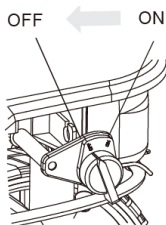
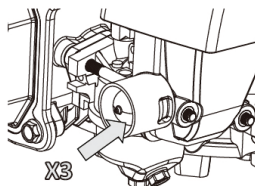

рис.8
рис.9
- поверните выключатель двигателя в положение ON (рис.8); - нажмите кнопку три раза (рис.9); - затем быстро потяните шнур; - когда двигатель запустится, отпустите ручной стартер.